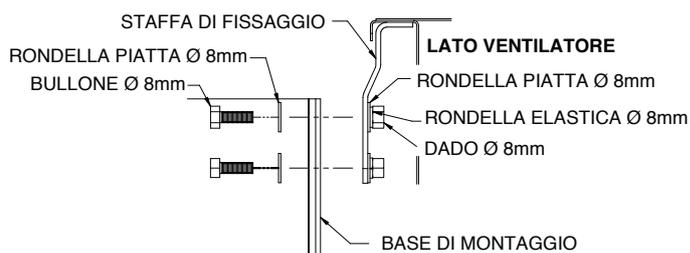

Figura 18 – Installazione base di montaggio
2. Per installare la base di montaggio sull'unità, utilizzare viti da 8 mm e rondelle di fissaggio (Vedi Figura 18).